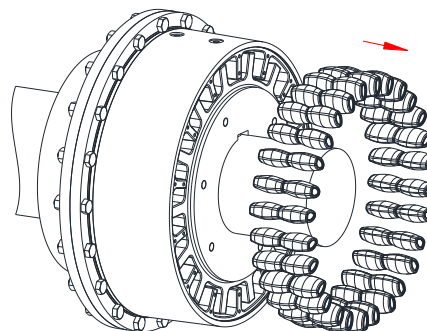

Bild 24
- Entnehmen Sie nun die Elastomerreihen aus den Zwischenräumen des Nockenrings und der Nabe (siehe Bild 24).